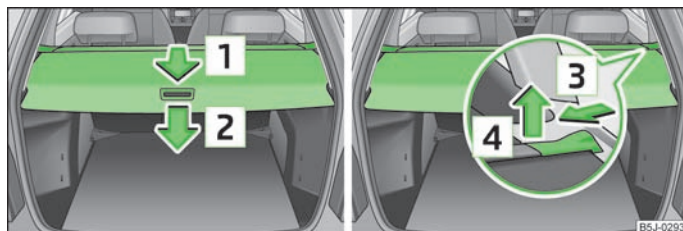

Fig. 47 Coffre à bagages : cache-bagages enroulable/ dépôt du cache-bagages enroulable
- Tirez la tablette enroulable du coffre à bagages dans le sens de la flèche [1] jusqu'à la butée en position de sûreté » fig. 47